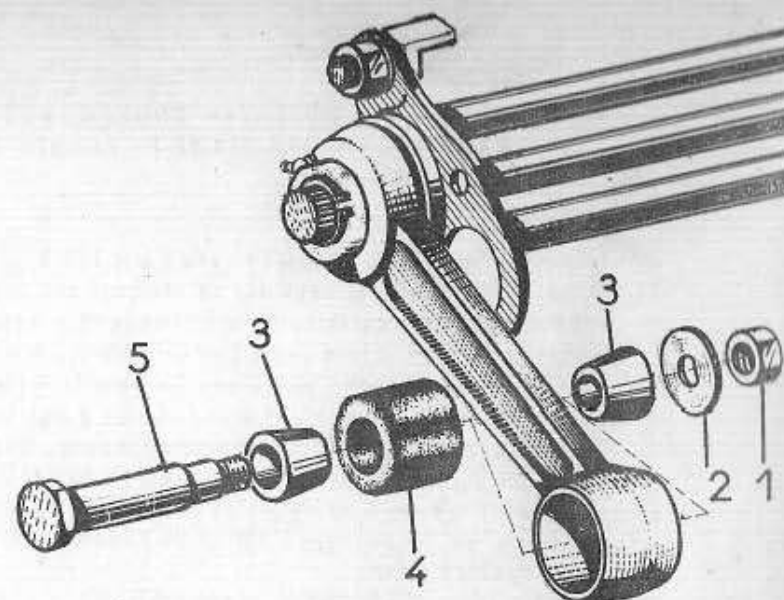
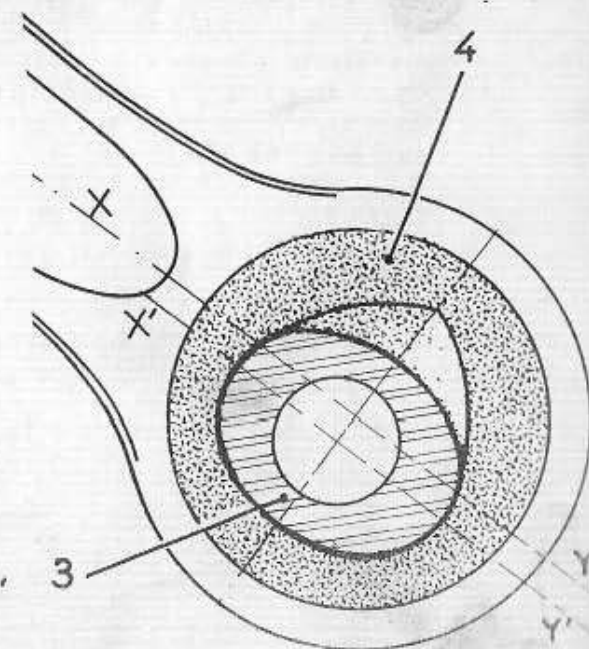

Fig. 30
Fig. 31
324 - REMPLACEMENT du CAOUTCHOUC du BRAS de SUSPENSION (Fig. 30 et 31)
- 3) Défreiner le frein (2 - Fig. 30), déposer l'écrou (1) et dégager l'axe (5) du bras de suspension.
- 4) Déposer les deux cônes d'expansion (3) du caoutchouc. Déposer le caoutchouc (4) du bras de suspension.
Au remontage, orienter la partie la plus épaisse du caoutchouc (4) en haut. L'axe X' Y' (Fig. 31) de l'ellipse formée par l'intérieur du caoutchouc doit être parallèle à l'axe X - Y du bras de suspension.
- 5) Poser dans l'ordre, le caoutchouc (4) (et les deux cônes (3)).
- 6) Poser l'axe (5), le frein (2), et l'écrou (1), bloquer et freiner.